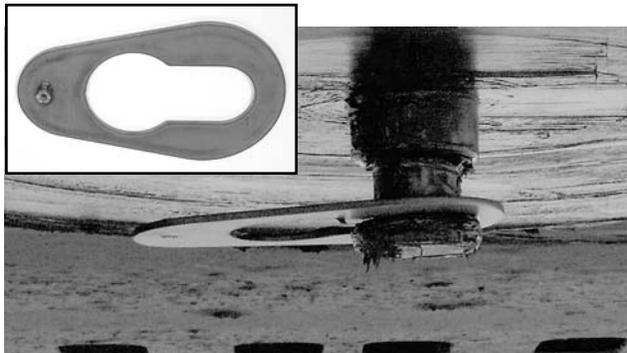
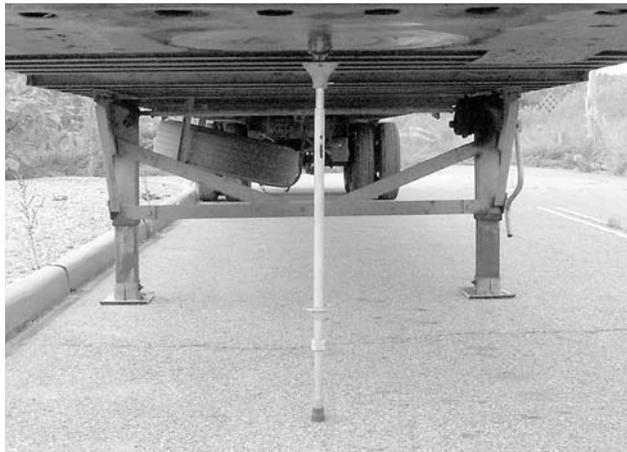

Figura 14. Adaptador del perno rey
Figura 15. Extensión del perno rey
Si esta línea de visión esta libre de obstrucciones que pudieran interferir con la medición, por ejemplo, patines, chasis del remolque, caja de herramientas, etc, entonces el adaptador del perno rey (figura 14) puede usarse para hacer la medición en el paso 5.
Si esta línea de visión esta obstruída, entonces la extensión del perno rey (figura 15) debe usarse para hacer la medición en el paso 5.
2. Coloque el adaptador del perno rey (figura 14) o la extensión del perno rey (figura 15) en el perno rey.